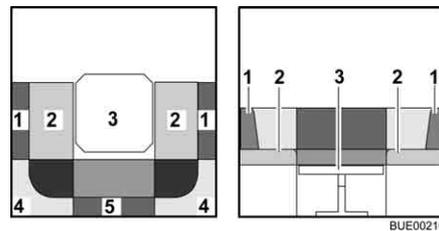

Fig. 73 Durante la transformación
- Quitar los cojines del respaldo (Fig. 73,4 y 5) y ponerlos a un lado.
- Tirar de los cojines del asiento (Fig. 73,2) hacia el centro de la mesa.
- Colocar los cojines del respaldo (Fig. 73,1) entre los cojines del asiento y la pared exterior. Tener en cuenta la forma de cuña.